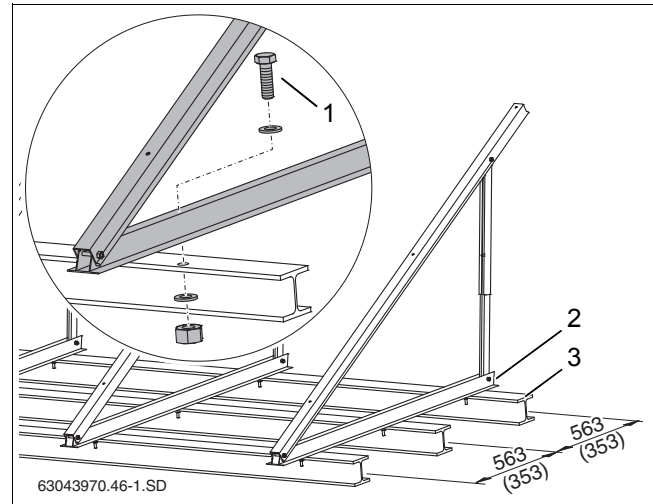

Рис. 26 Подставки на двутаврах, размеры в мм (значения в скобках = горизонтальное исполнение)
На плоской крыше можно выполнить анкерное крепление подставок. Здесь приведен пример крепления к двутаврам (рис. 26, [3]).
- ▶ Разметить расстояние между отверстиями на нижнем профиле (рис. 26, [2]) на двутавре и просверлить отверстия.
- ▶ Вставьте болты (см Таб. 8 и Рис. 26, [1]) в профиль и двутавр и затяните с гайками и шайбами.